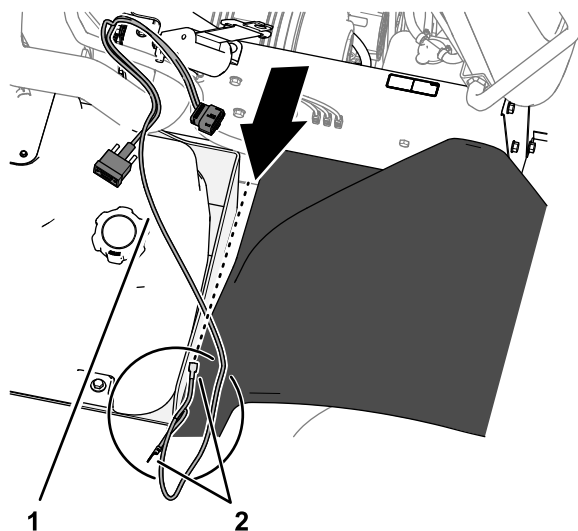

Figura 151
1. Entre el soporte del depósito de combustible y el guardabarros delantero derecho, enrute el terminal plano (marcado SWITCHED) y el terminal de 2 anillos (marcados BATTERY y GROUND) del arnés de alimentación del módem por debajo del bastidor de la máquina (Figura 151).